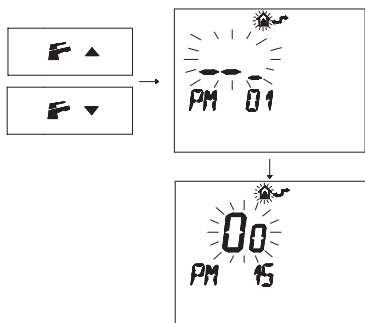

图 5.26
- 按 或 按钮显示启动外部探头的“PM15”程序 (图 5.26)。